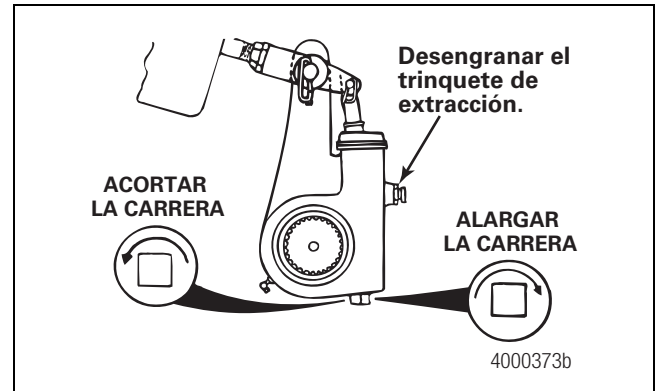

Figura 6.3
- Si la lectura de la carrera libre no está dentro de la especificación: Gire la tuerca de ajuste 1/8 de vuelta en la dirección indicada en la Figura 6.3 y revise de nuevo la carrera libre. Continúe midiendo y ajustando la carrera hasta que la medida respectiva esté dentro de la especificación.